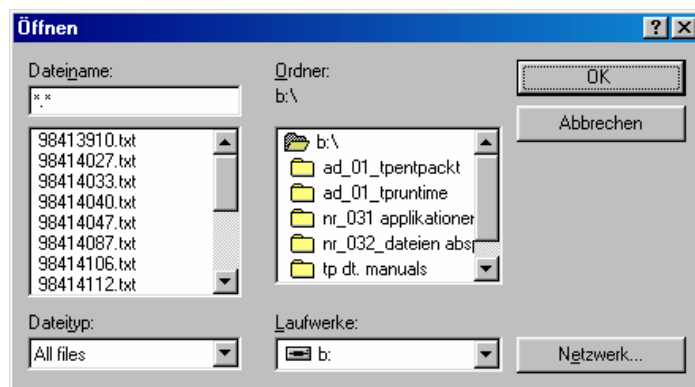

Bild 2 Der Datei-Dialog beim Drücken von „Start“
- Ist alles bereit, drücken Sie (mit der Maus) den Start-Button, damit werden alle eingestellten Werte übernommen. Gleichzeitig erscheint ein Dialogfenster, in dem Sie das Ziellaufwerk und das Zielverzeichnis für die zu speichernden Daten-Files auswählen können (Bild 2). Im Beispiel ist dies das Laufwerk B, in dem schon etliche Dateien mit Namen wie „98413910.txt“ zu sehen sind. Genauso wie im Explorer suchen Sie sich Laufwerk und Verzeichnis durch Doppelklicken aus. Dateinamen und -typen brauchen